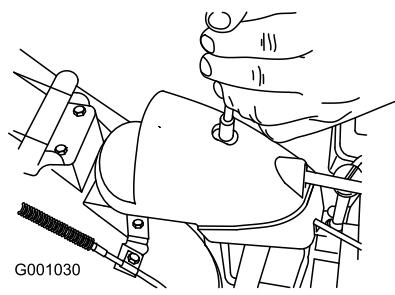

Figure 52
1. Retirez la fixation du couvercle du secteur denté (Figure 52), soulevez l'avant du couvercle et faites-le coulisser en arrière de façon à l'écartez.